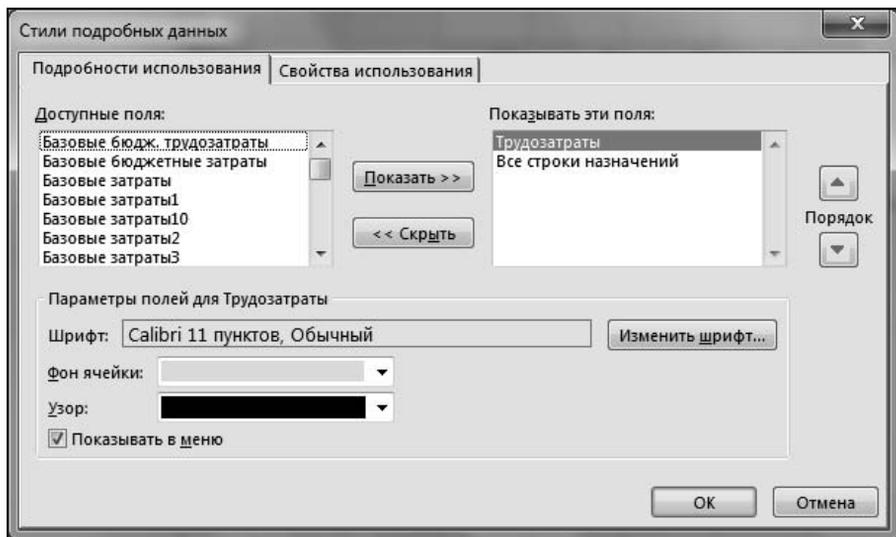

Рис. 4.27. Окно команды **Стили подробных данных** представления **Использование ресурсов**
- Откроется специальное окно управления подробными показателями, которые могут быть выведены в представлении **Использование ресурсов** (рис. 4.27).
- В показанном на рис. 4.27 окне можно включать или исключать вывод показателей по одному, используя для этого кнопки **Показать** и **Скрыть**. Можно выбирать или удалять показатели для вывода в представлении **Использование ресурсов** путем двойного щелчка по ним левой кнопкой мыши. Справа в окне предусмотрены стрелки, которые позволяют изменять последовательность выводимых в выбранном представлении показателей.